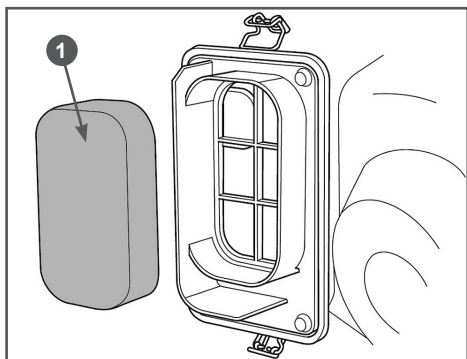

Рис. 16 Обслуживание воздушного фильтра
2. Извлеките из корпуса воздушного фильтра поролоновый фильтрующий элемент 1 (Рис. 16).